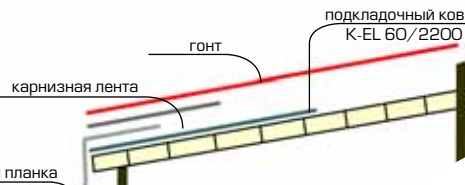
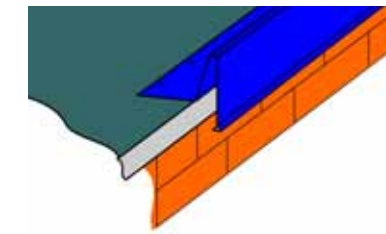

рис.13
рис.14
3. Монтаж торцов. К торцевому свесу нужно прибить деревянный брусок треугольной или трапециевидной формы (классическая финская технология, (рис. 13)). На него заводится подкладочный ковер. Позже, при монтаже кровли на ковре расположится кровельная плитка. Она приклеивается резинобитумным клеем, сверху прибивается стандартная торцевая планка. **Альтернативный вариант** (рис. 14): на место деревянного бруска прибиваются металлические торцевые планки специальной формы, нахлест 3 см, шаг гвоздей 10 см. Лежащая на обрешетке часть планки при монтаже кровли будет закрыта кровельной плиткой, плитка подклеивается резинобитумным клеем.